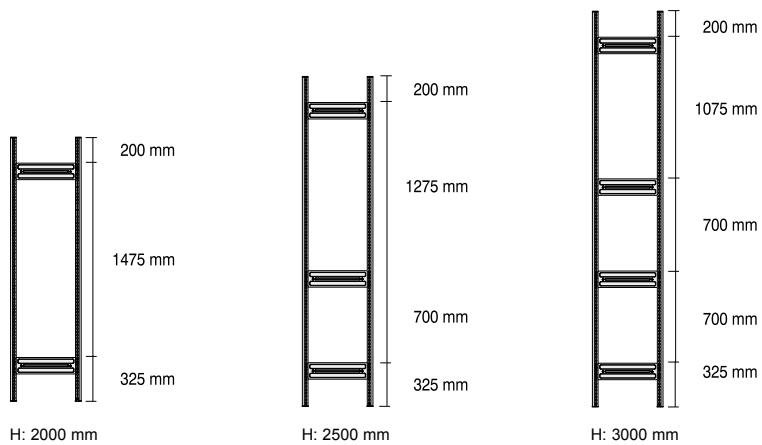

Fig. 2
(E) Colocar dos perfiles de sustentación a la distancia de los elementos de unión de soporte (Fig. 1). Colocar los elementos de unión de soporte según la Fig. 2 (las flechas miran hacia el suelo) e introducirlos golpeándolos con un martillo de goma o similar en los perfiles de sustentación.
¡Atención! El troquelado de fijación de los elementos de unión de soporte (Fig. 2 a) debe enclavarse por ambos lados en el perfil de sustentación (Fig. 3 a).
(I) Disporre due profili di supporto alla distanza data dai connettori dei supporti (Fig. 1). Applicare i connettori dei supporti come indicato in fig. 2 (le frecce indicano in direzione del pavimento) ed inserirli con un martello in gomma o un altro utensile nei profili di supporto.
Attenzione! Il taglio di fissaggio dei connettori dei supporti (fig. 2 a) deve bloccarsi con uno scatto su entrambi i lati, inserendosi nei profili di supporto (fig. 3 a).
(PL) Ustawić dwa profile ramy w odstępie równym długości łączników (rys. 1). Łączniki ram umieścić w profilach zgodnie z rys. 2 (strzałki są skierowane do podłogi) i wbić za pomocą młotka gumowego lub podobnego narzędzia.
Uwaga! Wyłoczone mocowanie na łącznikach (rys. 2 a) musi po obu stronach zaskoczyć w profile ram (rys. 3 a).